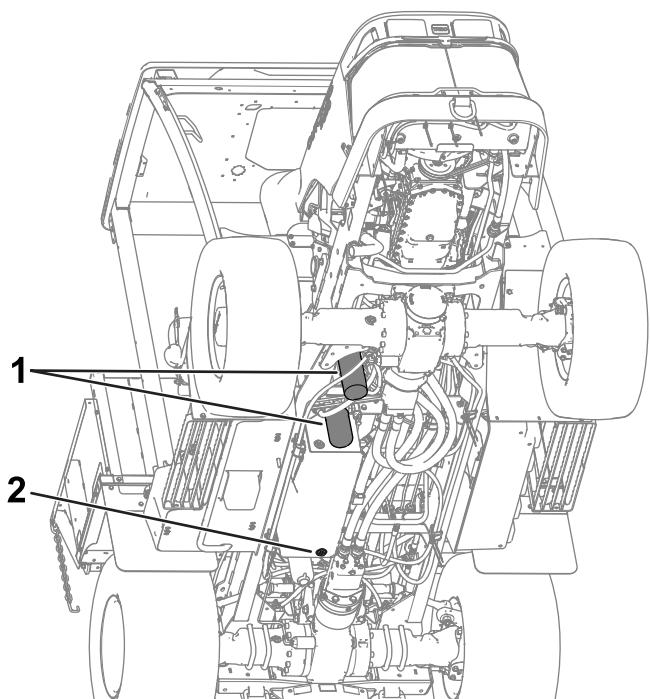

図 116
5. 油圧オイルタンク底面にあるドレンプラグを取り外して流れ出すオイルを大きな容器で受ける**図 116**。
8. フィルタの下に廃油受けを置いてフィルタを外す**図 116**。